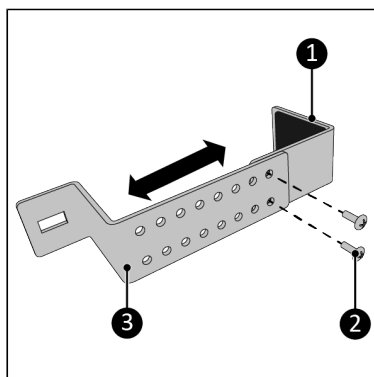

Figure 198.
2. Vissez la partie supérieure (Figure 198, pos. 1) et la partie inférieure (Figure 198, pos. 3) ensemble, bien écartées l'une de l'autre, au moyen des deux vis M5 x 10 mm (Figure 198, pos. 2). Ajustez la distance si nécessaire.